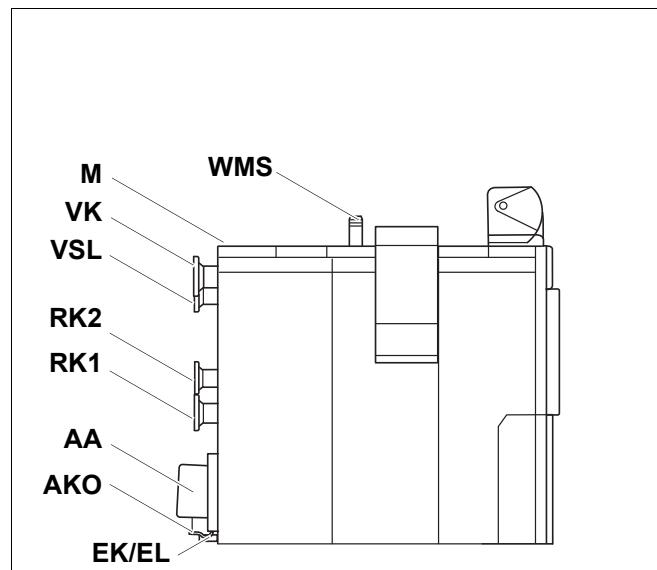

Рис. 4 Звукоизолирующая подставка
- Заверните сверху предохранительное устройство контроля количества воды (рис. 4).
Экспликация к рис. 4